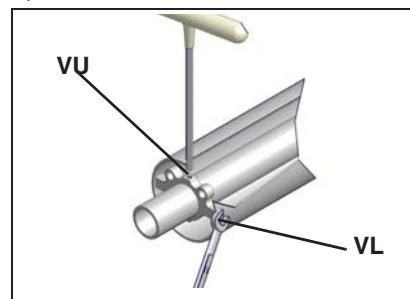

Рис. 39
- Проверьте запальныи электроды, очистите, отрегулируйте и, при необходимости, замените (см. Рис. 39).
ВНИМАНИЕ: для того, чтобы отрегулировать положение форсунки относительно воздушной трубы (Рис. 39), воздействовать на винт **VU**, после закрепления винта **VL** (Рис.)